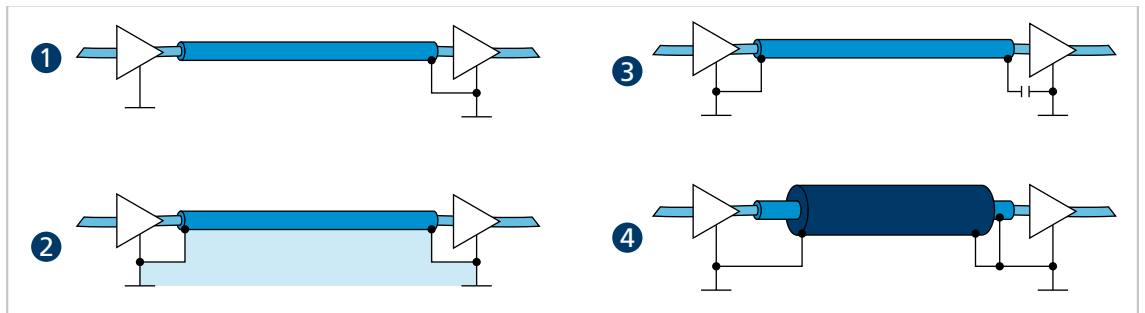

图 33: 屏蔽层的各种接地方式
- ▶ 电机相线置于屏蔽层中, 与传感器或编码器信号线分开, 并至少在近电机端接地 (请参阅图 33 中的 1 或 2)。
当传感器信号线缆的外表有编织屏蔽层时, 可与电机相线集束于同一条绝缘软管中。此时屏蔽层必须双端接地 (例如, 图 33 中的 4)。对于此配置, 如图 33 中的 2 所示的解决方案并非在每种情况下都可行。如果这通过接地偏移不可行, 可通过专门的电容器 (例如像 Y1/Y2/X1/X2 这样的安规电容, 请参阅图 33 中的 3) 建立射频连接。在此情况下, 除了在电机与驱动器这两端之外, 屏蔽层不要多点接地。